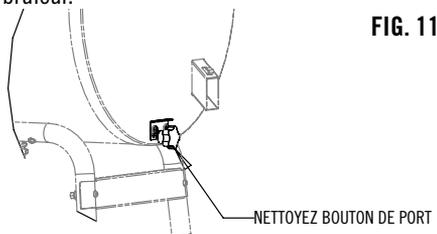

FIG. 11
1. Le bouton de la tige de la zone de nettoyage doit être enfoncé lorsque le barbecue est allumé. S'assurer que le système de blocage de la tige est tiré vers le bas et bloque le bouton afin d'empêcher l'ouverture de la zone de nettoyage par inadvertance. Voir la Fig. 11.